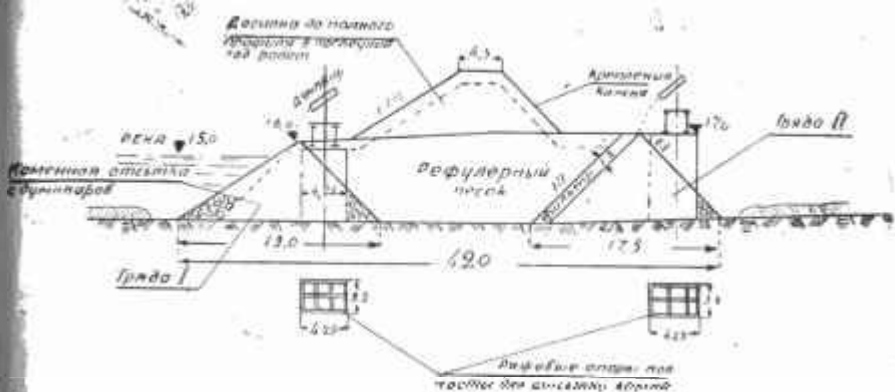

Рис. 6. Дамба в низовом подходе шлюза
3. Нижний подход — от четвертой головы шлюза до скалы „Дурная“, представляет собой канал длиной 600 м и шириною от 40 м у 4 головы шлюза и до 120 м у скалы „Дурная“, огражденный с речной стороны дамбой (рис. 6), вдоль которой от головы идет пирс, длиной 230 м, состоящий из 31 бетонного бычка, перекрытых арками, а с берега — откосом, укрепленным камнем.